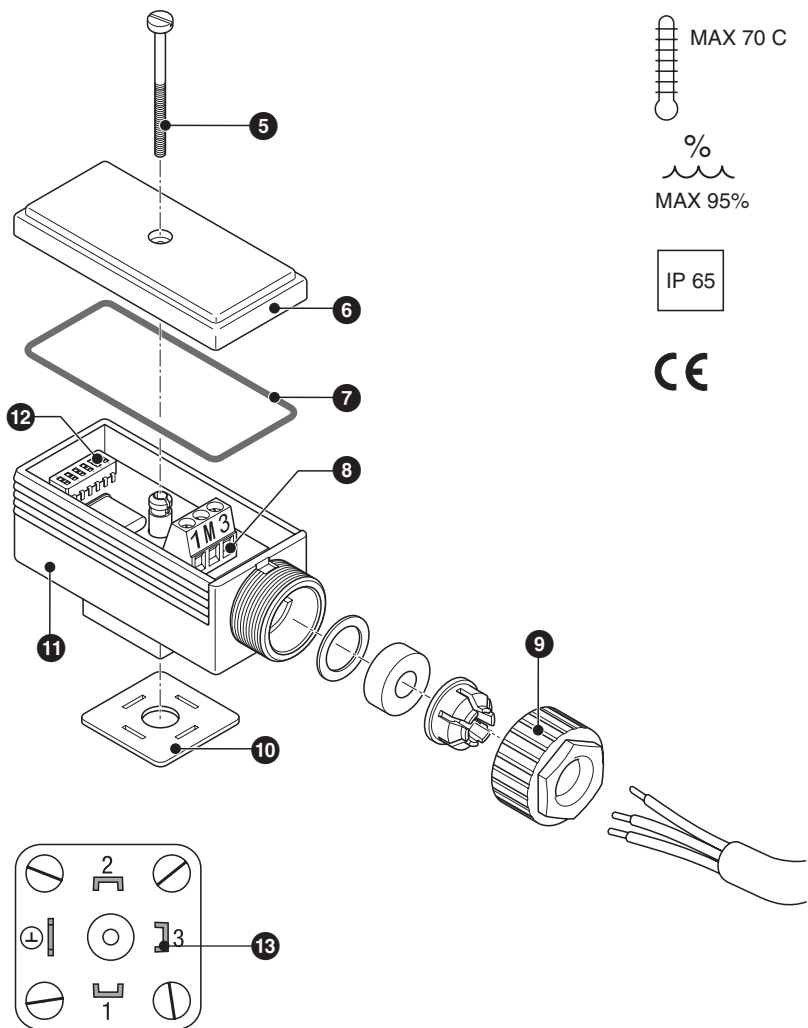
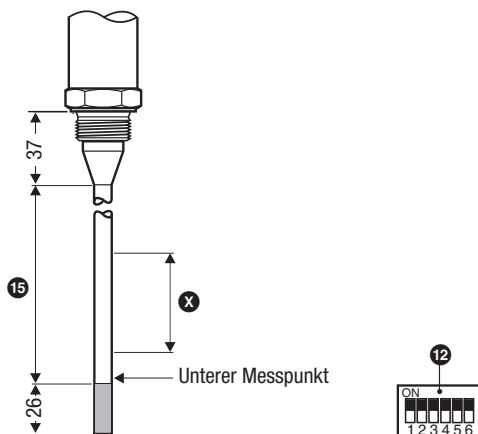

Fig. 5
Fig. 11
1. Schraube ⑤ lösen. **Fig. 5**
2. Anschlusskopf von der Niveauelektrode abziehen, Gummischeibe ⑩ auf der Kontaktplatte ⑬ liegen lassen.
3. Deckel ⑥ mit Dichtung ⑦ abnehmen.
4. Kabelverschraubung ⑨ von Steckergehäuse ⑪ demontieren.
5. Kabel durch Kabelverschraubung ⑨ von Steckergehäuse ⑪ führen und die Klemmleiste ⑧ gemäß Anschlussplan belegen.
6. Deckel ⑥ aufsetzen und Schraube ⑤ durchstecken.
7. Steckergehäuse auf die Niveauelektrode aufstecken und mit Schraube ⑤ fixieren.
Der Kodierschalter 12 ist werkseitig so geschaltet, dass der maximale Messbereich für das Medium Wasser (Leitfähigkeit $\geq 20 \mu\text{S/cm}$) aktiviert ist. Der maximale Messbereich ist das Maß vom unteren Ende plus 26 mm bis zum oberen Messpunkt des Elektrodenstabs. **Fig. 11**
Innerhalb des Messbereichs der Elektrode kann ein aktiver Messbereich festgelegt werden. Mit dem Kodierschalter 12 wird die Länge des aktiven Messbereichs vorgewählt. Kodierschalter 12 siehe **Fig. 5**, **Fig. 11**.